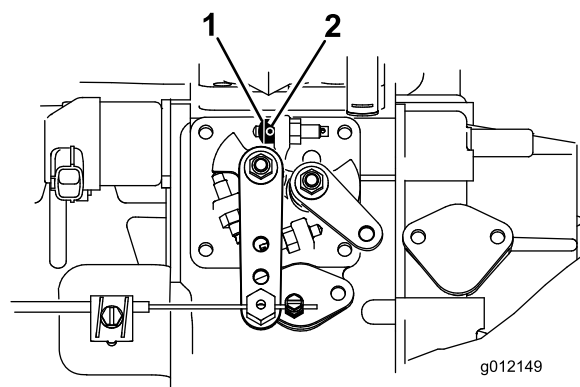

Figure 7
1. Desserrez la vis sans tête sur la butée de papillon (Figure 7).
2. Glissez la butée de papillon sur la vis d'arrêt de régime de ralenti accéléré (Figure 7). Le côté chanfreiné de la butée de papillon doit être placé à l'extérieur.